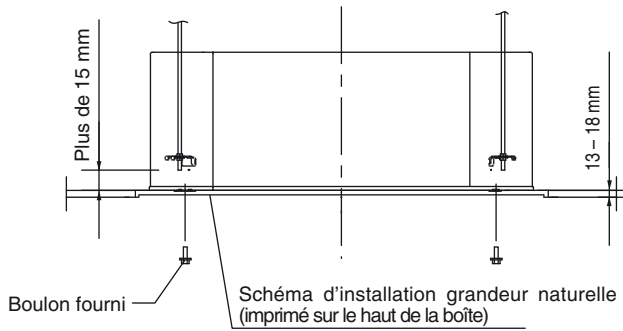

Fig. 3-4
- (1) Lors de la mise en place de l'unité dans le plafond, déterminer le pas des boulons de suspension en utilisant le diagramme d'installation pleine échelle fourni. (Fig. 3-4) La canalisation et le câblage doivent être posés dans le plafond lors de la suspension de l'unité. Si le plafond est déjà construit, mettre la canalisation et le câblage en position pour la connexion à l'unité avant de la placer dans le plafond.
- (2) La longueur des boulons de suspension doit être appropriée pour une distance entre le bas du boulon et le bas de l'unité de plus de 15 mm. (Fig. 3-4)